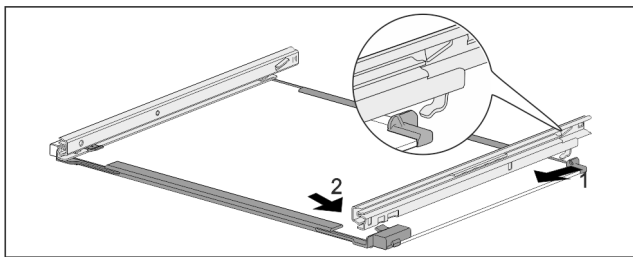

Fig. 151 Placa de vidrio con guías
- ▶ Enganche la guía por detrás. Fig. 151 (1)
- ▶ Encastre la guía por delante. Fig. 151 (2)